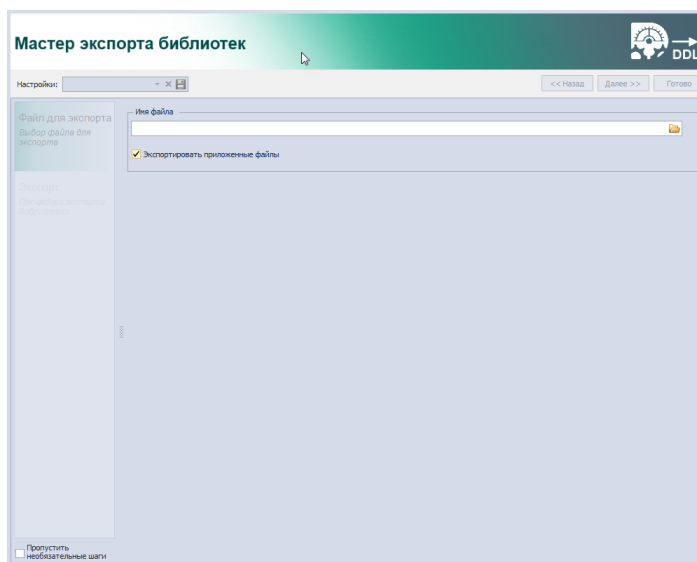

Рис. 32 Окно проводника
1. Вызвать окно проводника, чтобы указать расположение экспортируемого файла, воспользовавшись кнопкой , расположенной в правой части поля «Имя файла», см. Рис. 32.